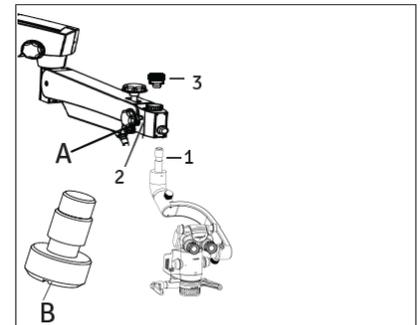

Abb. 39
4. Nehmen Sie die Schrägkupplung mit Vergrößerungswechsler aus der Verpackung und befolgen Sie die Anweisungen gemäß Abb. 39.
- Montieren Sie die Kupplung am Aufhängungsarm, indem Sie die Führungsschiene Welle (1) in den Aufhängungsarm.
- Die Schrägkupplung mit dem Gewindestopfen (3) verschließen.
ACHTUNG: Stellen Sie sicher, dass die Sicherungsschraube (B) an Position (2) fest sitzt, um ein plötzliches Herunterfallen der Kupplung zu vermeiden. Die Sicherungsschraube muss immer mit dem Feststellknopf A des Trägerarms verbunden sein. Abb. 39